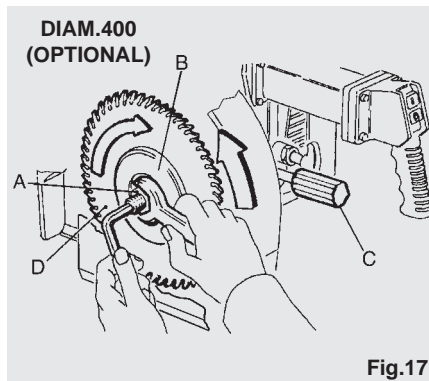

Fig.17
Met de kap vastgezet in deze stand heeft u de ruimte zodat de flens voor de bevestiging (B) van het blad erlangs kan. Om de moer met linkse schroefdraad (A) van fig. 17 los te draaien moet men de motoras vasthouden met een inbussleutel, zoals in fig. 17 en met een steek-sleutel met de wijzers van de klok meedraaien. Tijdens deze handeling moet men opletten dat men niet met de hand uitschiet tegen het zaagblad. Daarom wordt aangeraden om handschoenen te gebruiken.